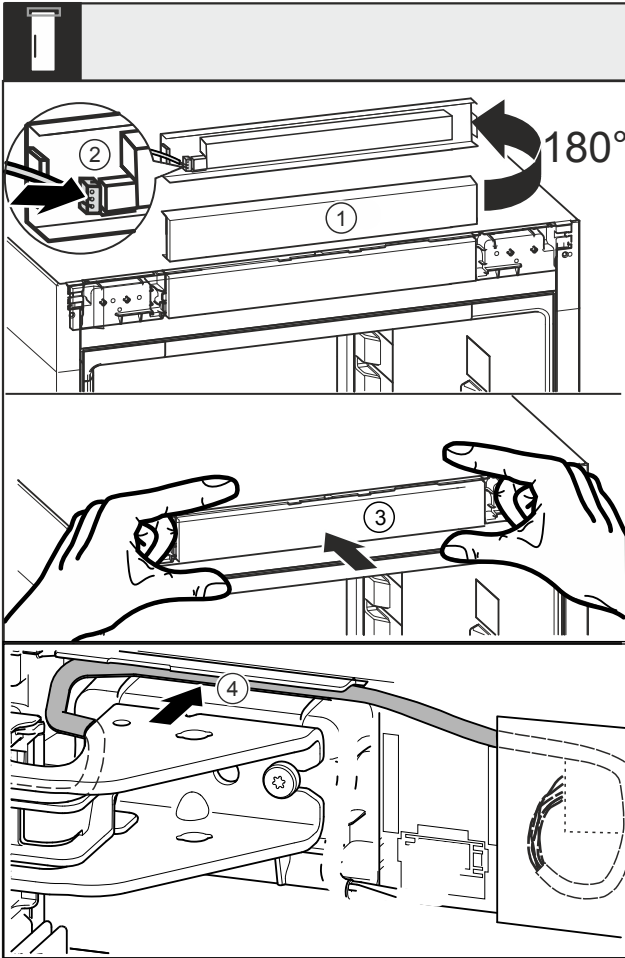

Fig. 46
- Drej panelet Fig. 46 (1) 180° opad.
- Lad stikket Fig. 46 (2) gå ind i indgreb i betjeningspanelet.
- Klik betjeningspanelet Fig. 46 (3) fast i enheden igen.
- Udlæg forsigtigt kablet i føringen Fig. 46 (4) over det øverste hængsel.